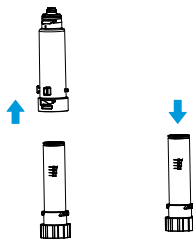

Fig. 2
3. Após girar o dispositivo de limpeza para fora, despeje 5ml de água sanitária comercial no compartimento inferior do filtro, identificado com graduação. Em seguida, rosqueie novamente o frasco superior do dispositivo de limpeza, formando o conjunto completo do dispositivo de limpeza (Fig. 2).